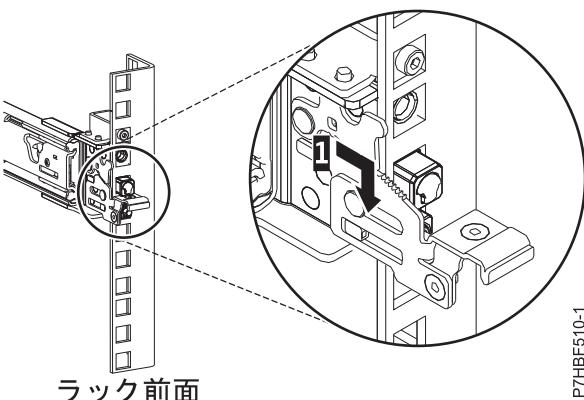

図5. ラックの前面レールに取り付けられているピン
6. スライド・レールを前方に引き、レール前部の3つのピンを、事前にマークを付けた、選択済みのEIA単位の穴に挿入します。スライド・レールを下方に下げて(1)、中央のピンのフック機構を噛み合わせます。詳しくは、図5を参照してください。